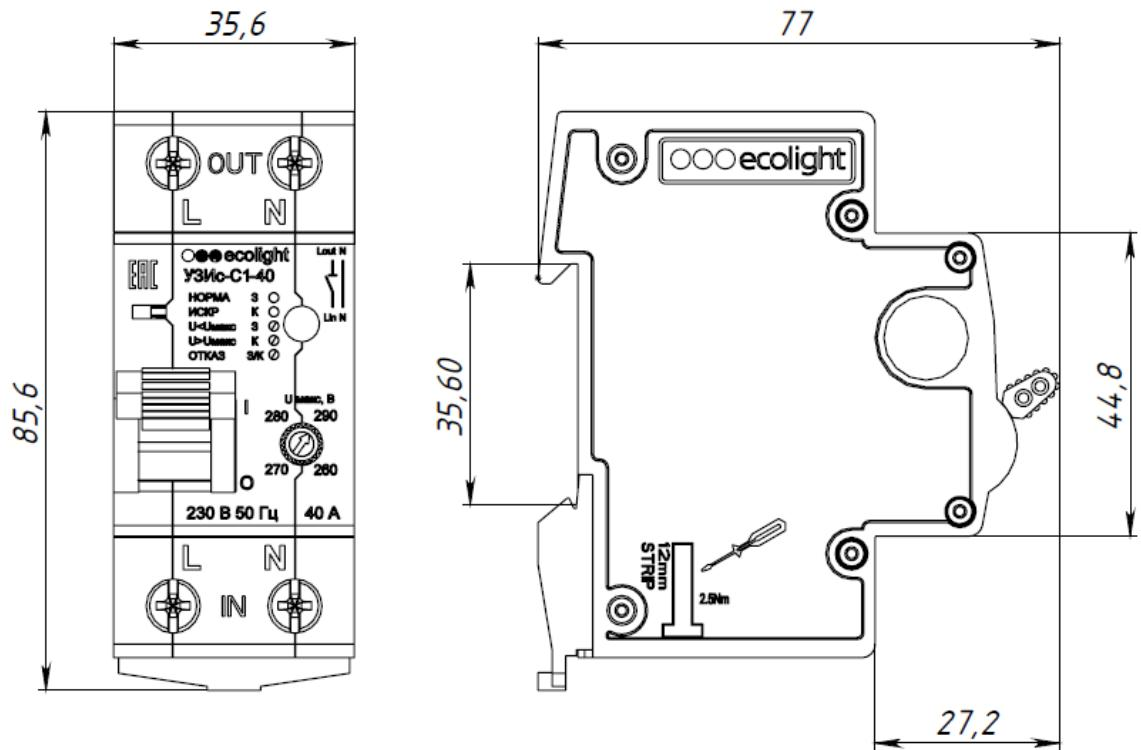

Рис. 4. Габаритные, установочные и присоединительные размеры УЗИс (мм)
2.6. Принять во внимание размеры УЗИс (рис. 4). Оценить возможность монтажа УЗИс в состав щитового оборудования (щитка), с учетом того, что при правильной вертикальной установке, провода внешней питающей сети, идущие от защитного автоматического выключателя (рис. 3), идут на нижние контактные группы (обозначение «IN»). Защищаемая электрическая цепь подключается к внешней контактной группе (обозначение «OUT»).